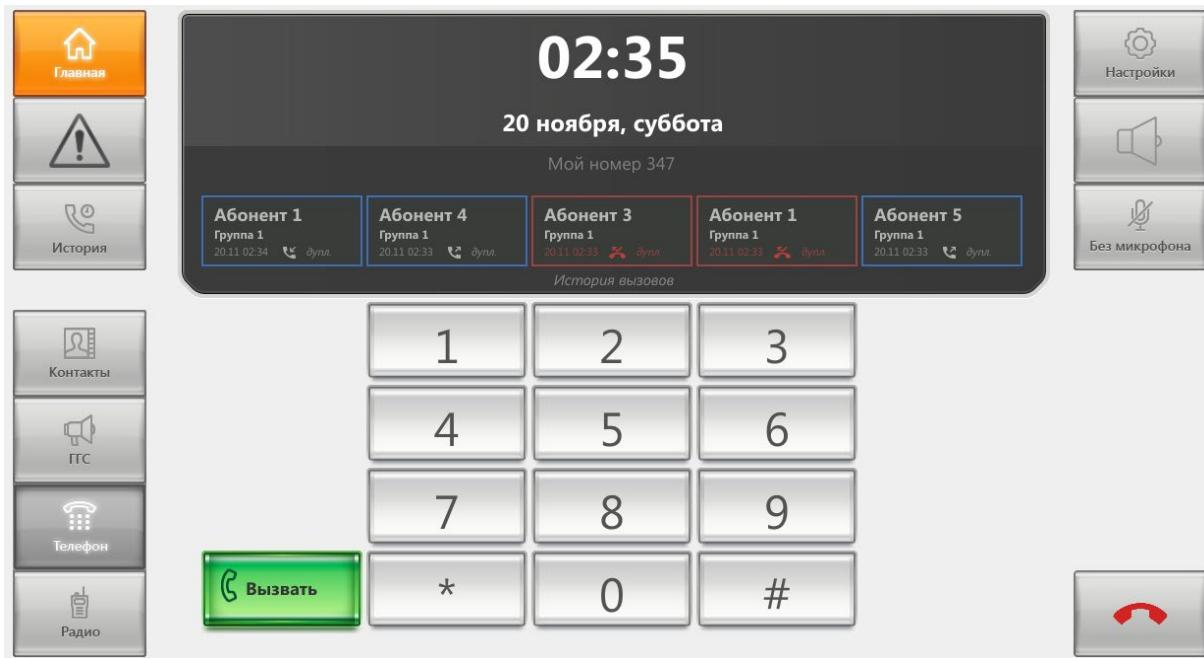

Рисунок 13 – Панель номеронабирателя
2.5.4.3 Для набора номера абонента нажать на клавишу «Телефон». На экране отобразится панель номеронабирателя (см. рисунок 13).